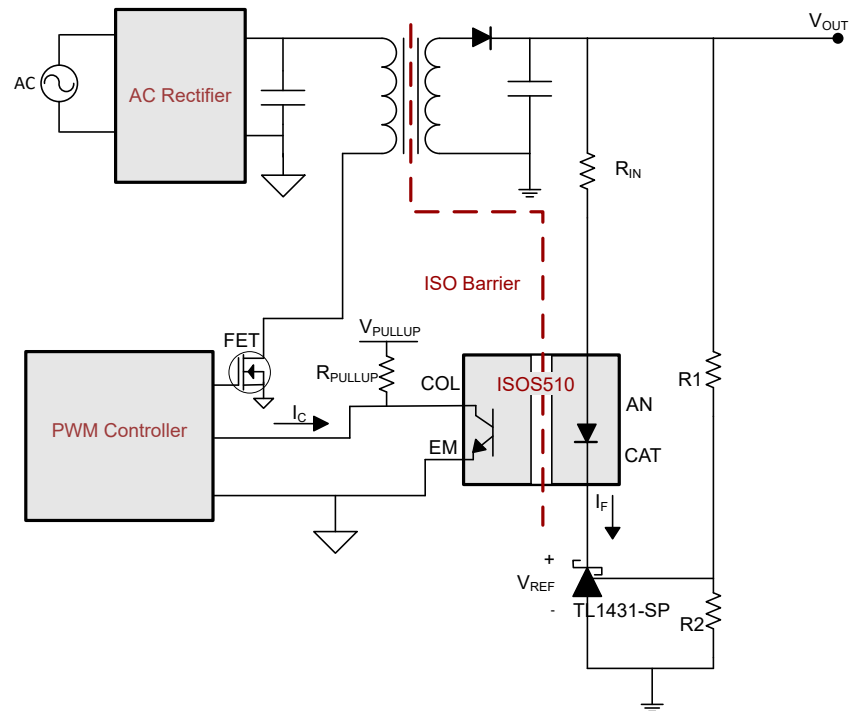

図 8-1. ISOS510 を使用した代表的な絶縁型電源アプリケーション
**図 8-1** に、代表的な絶縁型電源を示します。この実装では、分圧抵抗 ( $R1$  および  $R2$ ) を使用して、エラーアンプによって出力電圧が検出されます。エラーアンプが検出する電圧レベルに応じて、TL1431-SP は ISOS510 の電流を上下に駆動することができ、その後これを基準電圧と比較します。この情報は、ISOS510 により絶縁バリアを超えて 1 次側に渡され、PWM 制御回路が電力段を変調して出力電圧を制御します。TL1431-SP および ISOS510 は、安定した帰還と制御ループにとって重要な役割を果たします。
ISOS510 の入力側は電流駆動です。AN ピンに流れる電流の量を制限するには、図 8-1 に示すように、直列抵抗  $R_{IN}$  を入力と直列に配置することをお勧めします。